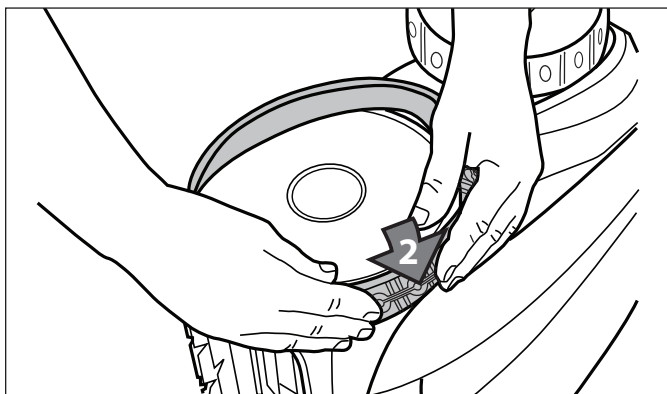

Figura 34. Empiece en un lado del neumático
- Presione uno de los lados del neumático en la rueda y ajuste el borde del neumático en la rueda (Figura 34).